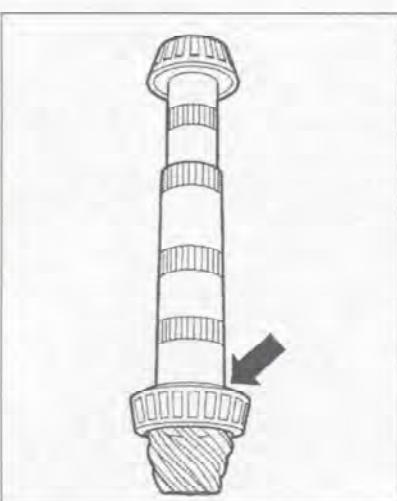

Рис. 7.146. Застопорите нижний конический роликоподшипник (стрелка).
5. Застопорите нижний конический роликоподшипник (стрелка) (рис. 7.146).